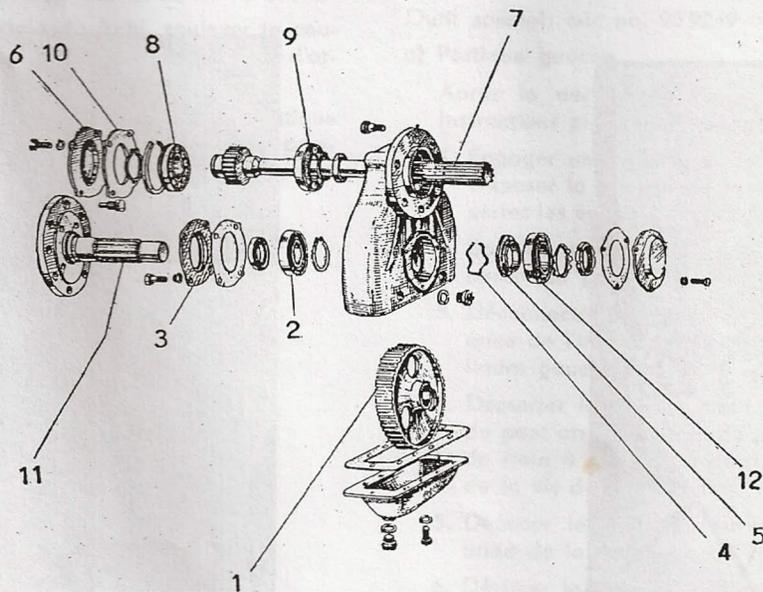

Fig. 99
7. Evacuer l'huile en dévissant le bouchon de vidange M 30×1.5. Dévisser les dix vis M 8×20 (fig. 99) serrant le couvercle du portique et déposer le couvercle.
10. Défrein l'écrou KM 11 (M 55) et le dévisser à l'aide de la clef à ergots (fig. 99). Chasser l'arbre de roue (fig. 99/11) hors du roulement et des cannelures du pignon de portique (fig. 99/1).
11. Déposer l'anneau de retenue 65×2,5 (en cas du tracteur Zetor 4511 70×2,5) et à l'aide de l'extracteur approprié extraire le roulement à rouleaux coniques 30213 (32211, 30214 — fig. 99/2). Ensuite on peut retirer sans peine le couvercle avant (fig. 99/3).
12. Retirer du portique le pignon (fig. 99/1) le ressort (fig. 99/4) et l'anneau entretoise (en cas du tracteur Zetor 4511 l'anneau d'épaisseur et la rondelle — fig. 99/5). Dévisser les quatre vis M 8×20 du couvercle supérieur (fig. 99/6) et expulser l'arbre du différentiel (fig. 99/7). Ne pas détériorer le joint d'arbre.
13. Déposer les deux anneaux de retenue et retirer de l'arbre du différentiel (fig. 99/7) les roulements
à billes 6309 (6308 N, 6410 N — fig. 99/8) et 6309 (6308, 6410 — fig. 99/9).
1. Emmancher dur sur l'arbre de différentiel les roulements à billes 6309 (6308, 6410 — fig. 99/9) et 6309 N (6308 N, 6410 N — fig. 99/8) et les freiner au moyen de deux anneaux de retenue.
2. Emmancher dur l'arbre du différentiel (fig. 99/7) dans le portique. Appliquer le joint sur le couvercle supérieur (fig. 99/10) et fixer le couvercle par quatre vis M 8×20.
3. Emmancher dur dans le portique les bagues extérieures des roulements. Loger le pignon (fig. 99/1) dans le portique et l'engrener avec l'arbre de différentiel.
4. Emmancher sur l'arbre de roue (fig. 99/11) le couvercle avant (fig. 99/3) avec le joint d'arbre 80×100×13 D, emmancher dur la bague intérieure de roulement à rouleau coniques 30213 (32211, 30214 — fig. 99/2) appliquer l'anneau de retenue 65×2,5 (70×2,5 en cas de tracteur Zetor 4511) et mettre l'arbre de roue dans le portique et dans la roue dentée. Pour emmancher le joint d'arbre dans le couvercle avant se servir d'un enfonçoir.
5. Emmancher sur l'arbre de roue (fig. 99/11) le ressort (99/4) ainsi que l'anneau entretoise (l'anneau d'épaisseur et la rondelle dans le tracteur Zetor 4511 — fig. 99/5), emmancher dur le roulement à rouleaux coniques 32211 (32209, 32211 — fig. 99/12) appliquer le frein d'écrou et visser l'écrou KM 11 servant au rattrapage du jeu des roulements de l'arbre à roues. Après le rattrapage du jeu de 0,05 mm freiner cet écrou.
9. Emmancher avec précaution le plateau de frein sur l'arbre de différentiel (fig. 99/7) et l'assujettir par six vis M 10×20 à la trompette du pont arrière.